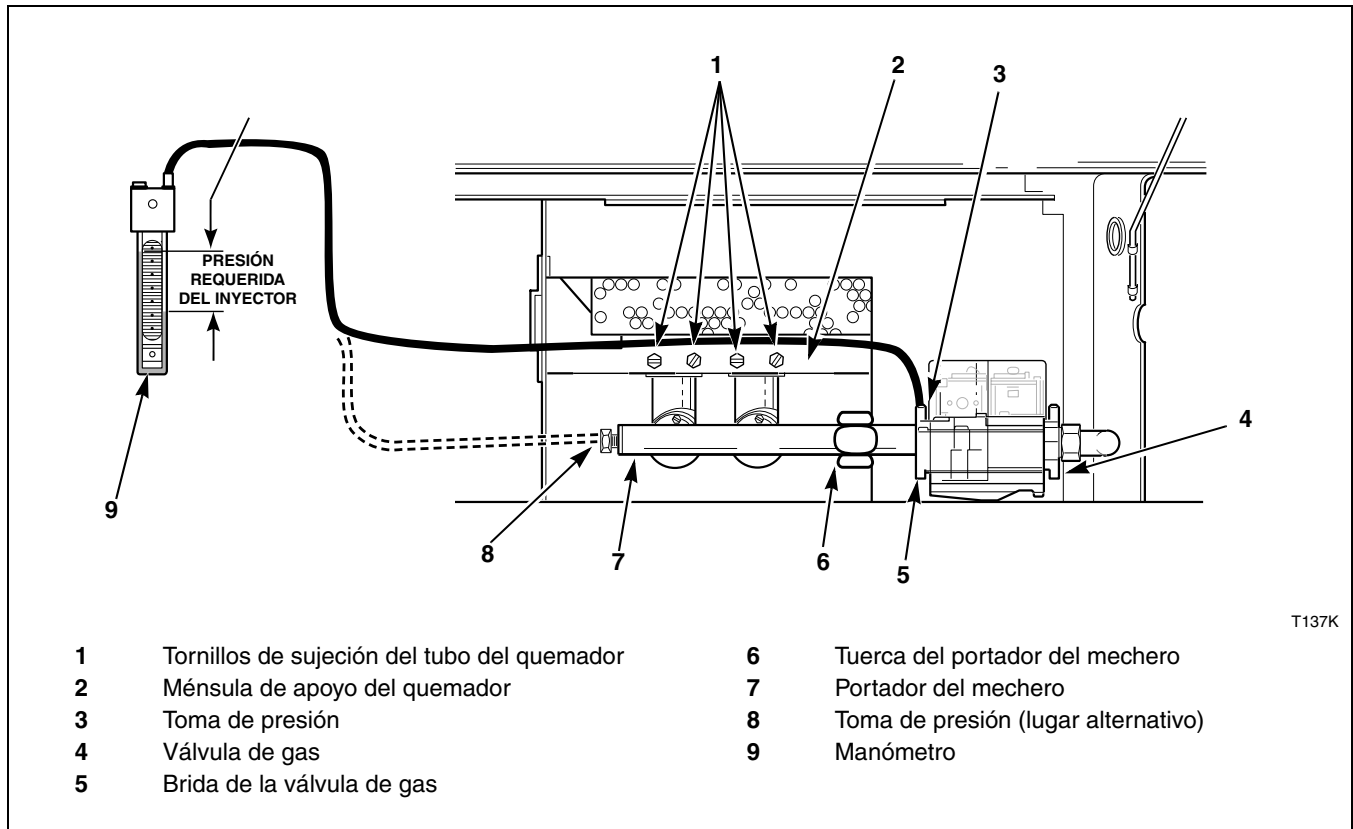

Figura 7
Válvula de gas Johnson G96 – Destornille la tuerca del portador del mechero cerca de la válvula de gas. Consulte la *Figura 7*. Quite los orificios del quemador del portador del mechero. Consulte la *Figura 6*.
1. Compruebe la presión del inyector (múltiple) de gas de la forma siguiente. Consulte la *Figura 7*.